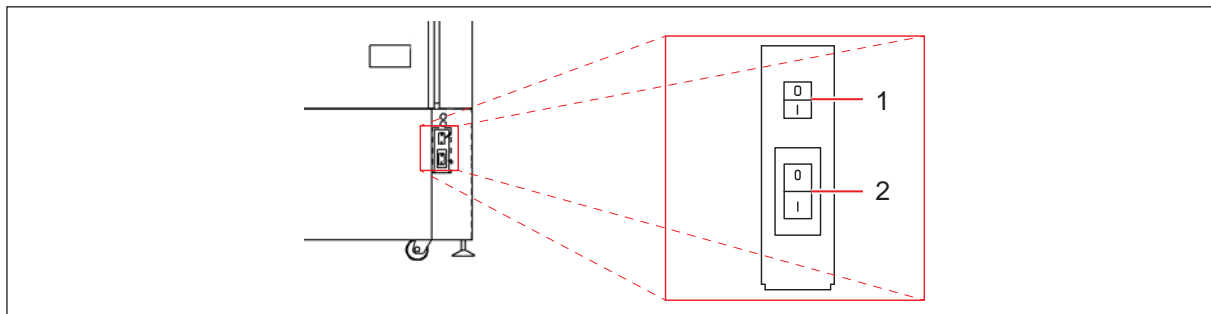

Fig. 6-1: Emplacement du commutateur U360
A la livraison, l'alarme sonore et la batterie de l'appareil sont désactivées. L'alarme de coupure de courant est activée par l'interrupteur à bascule dans le panneau verrouillable situé dans l'angle inférieur gauche. Le commutateur est pourvu des étiquettes **I (ON)** et **O (OFF)** (voir Fig. 6-1 à la page 24).